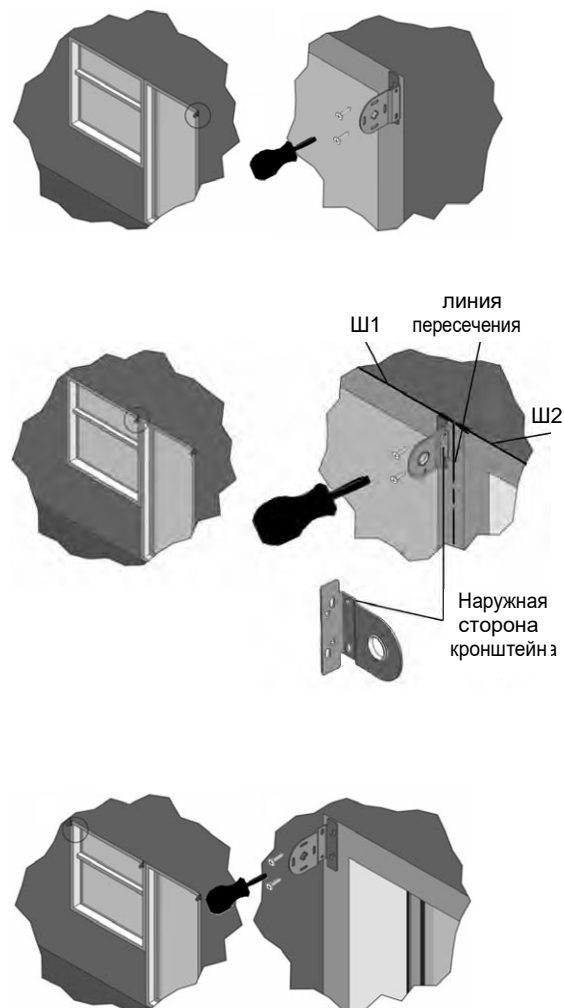

Рис. 11. Установка кронштейнов для DOUBLE AMG
4. Вставить заглушки со звездой в промежуточный кронштейн (Рис. 11).
5. Установить правое сначала в промежуточный кронштейн, а затем в правый кронштейн так, чтобы крючок на торце был направлен вертикально вниз (Рис. 11).
6. Установить левое изделие сначала в промежуточный кронштейн, а затем в левый кронштейн так, чтобы крючок на торце был направлен вертикально вниз (Рис. 11).